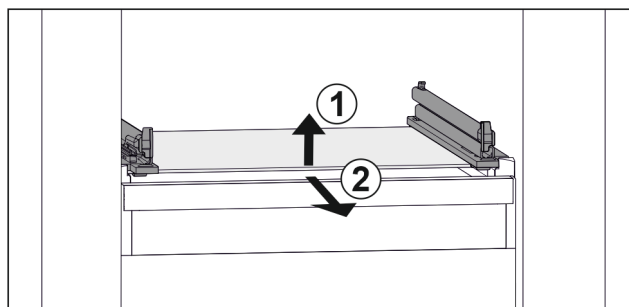

Fig. 45 玻璃隔板例图
- ▶ 抬起玻璃隔板前部。 Fig. 45 (1)
- ▶ 向前取出玻璃隔板。 Fig. 45 (2)